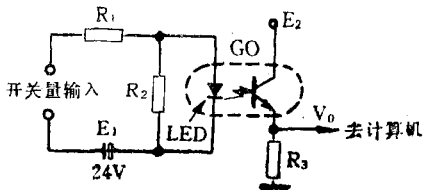
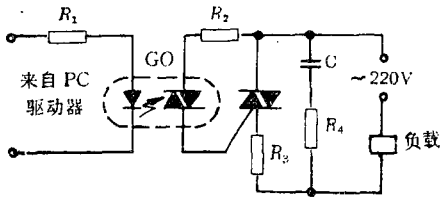

图 4
图 5
① 光电耦合器输入电路(如图 4), GO 为光电耦合器。
② 光电耦合器——双向可控硅输出电路。(如图 5)
从图 4、图 5 可以清楚看到光电耦合器是如何完成了隔离任务。至于继电器隔离输出电路即把 PC 驱动器用来直接驱动微型继电器。(PC 内部)